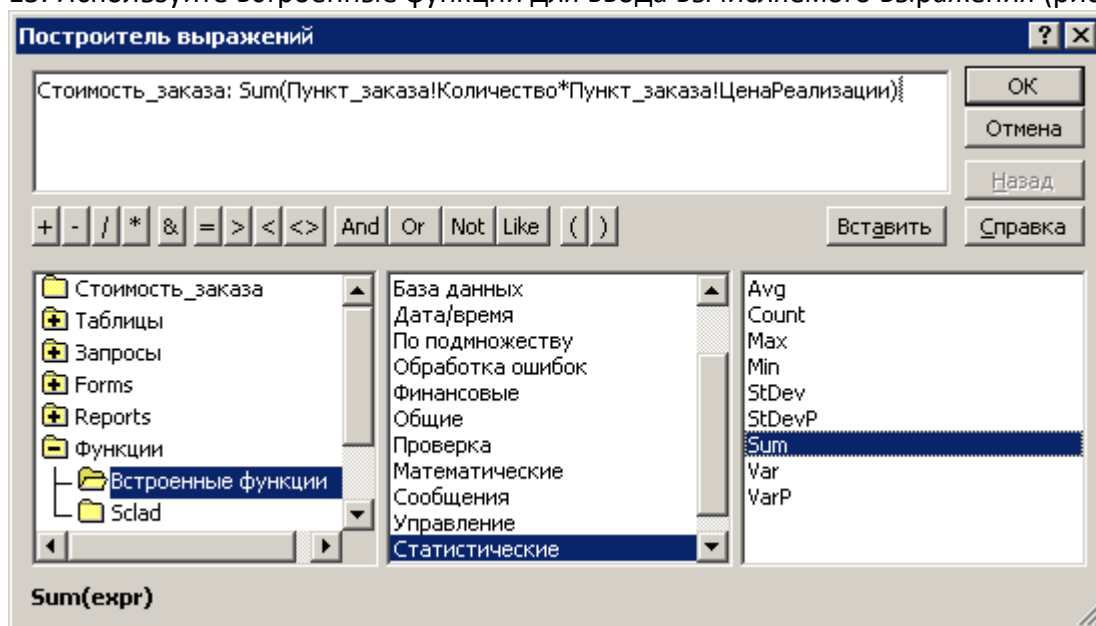

Рис.7. Создание вычисляемого поля
15. Используйте встроенные функции для ввода вычисляемого выражения (рис.7).